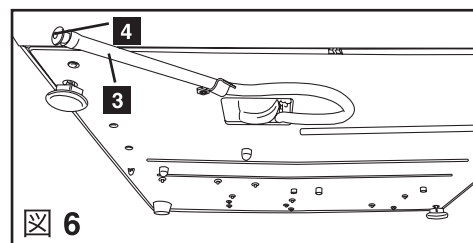

図 6
2. 排水チューブを使用して (セクション 3.5 ポンプへの呼び水 図 6 を参照) リザーバ・タンクの水を、水受け容器に流します。